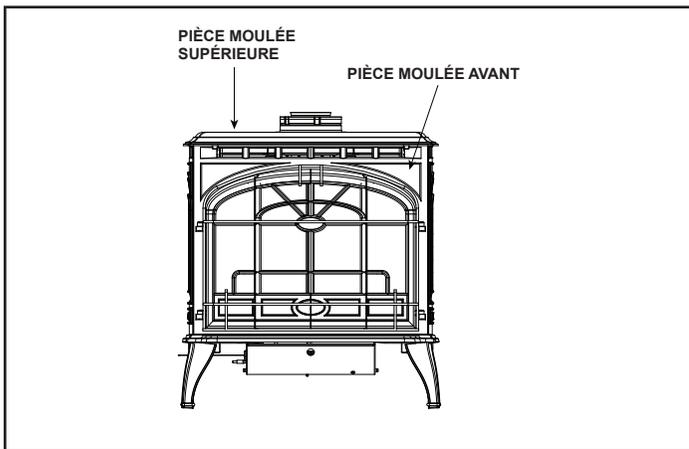

Figure 6.10 Retirer la pièce moulée
10. Retirez la pièce moulée avant, si ce n'est déjà fait, en la saisissant par le sommet et en la soulevant. La pièce moulée supérieure pourrait devoir être légèrement soulevée pour permettre le retrait de la pièce moulée avant. Voir la Figure 6.10.